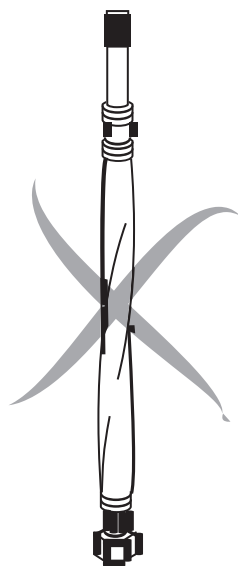

рис. 3
- ⚠ Не допускайте перекручивания и/или сильного изгиба гибкой подводки (рис.3;4;5;6).